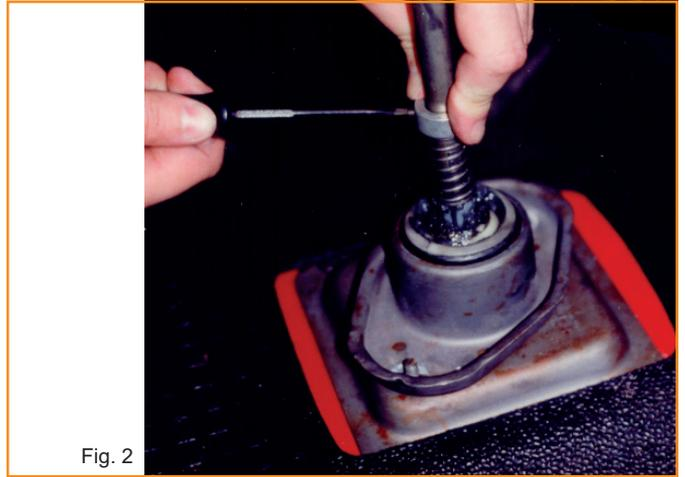

Fig. 2
- Now loosen the retention ring grub screw and also loosen the M6 nuts with a size 10 key. See Fig.2
- Lösen Sie die Madenschraube des Halterings sowie die M6-Muttern des Schaltbockes. Siehe Fig.2.